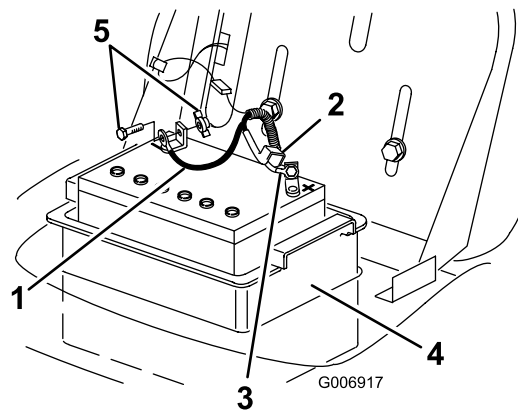

Figura 25
4. Desconecte el cable negativo de tierra (negro) del borne de la batería (Figura 25).
5. Deslice hacia arriba la cubierta de goma del cable positivo (rojo). Desconecte el cable positivo (rojo) del borne de la batería (Figura 25).
6. Retire la caja de la batería y la batería del chasis (Figura 25).
1. Coloque la batería en la caja de la batería e instálela en el chasis (Figura 25).
2. Usando el perno, las arandelas y la tuerca, conecte el cable positivo (rojo) al borne positivo (+) de la batería (Figura 25).
4. Usando el perno y la tuerca de mariposa, conecte el cable negativo (negro) al borne negativo (-) de la batería (Figura 25).